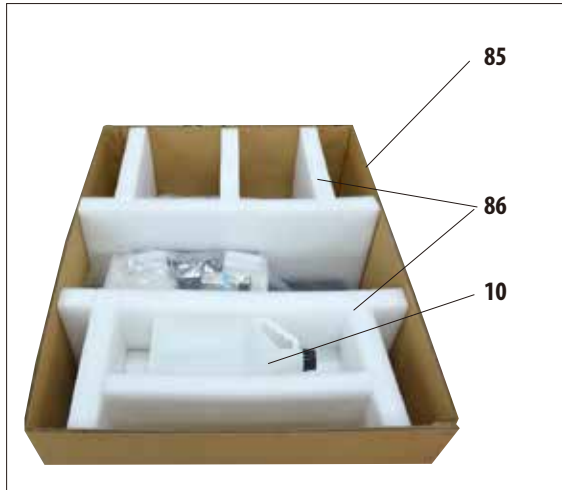

Fig. 6
- Primeiro, remova os frascos RTU adicionais (10) das grades.
- Retire as duas grades (86) de espuma (Fig. 6).
- Depois, retire o invólucro exterior da embalagem (85) do estrado (87) puxando-o para cima.